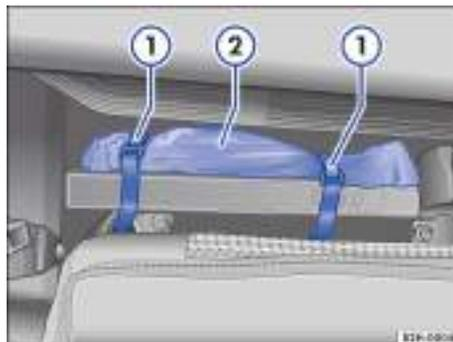

Fig. 141 Detrás del respaldo del asiento trasero (vehículos con cabina doble): herramientas de a bordo ②.
Abata el respaldo del asiento trasero. Suelte los cierres de velcro → fig. 141 ① y retire la bolsa ②.